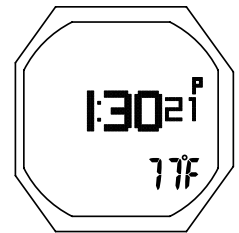

Fig. 95 - PANTALLA ALT. 2
**Pantalla alternativa 2 de la alarma de PO2** - Ésta es la información mostrada (Fig. 95):